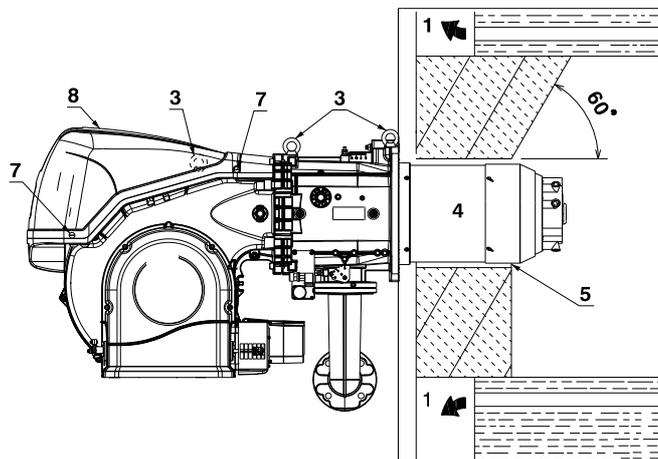

Fig. 15
Para calderas con paso de humos delantero 1)(Fig. 15) o con cámara de inversión de llama, colocar una protección de material refractario 5) entre el refractario de la caldera 2) y el tubo llama 4).
En calderas con frontal refrigerado por agua, no es necesario el revestimiento refractario 2)-5)(Fig. 15), salvo que lo indique el fabricante de la caldera.
Preparar un sistema de elevación adecuado enganchándose con los anillos 3)(Fig. 15), después de haber quitado los tornillos 7) de fijación de la tapa 8).
- Colocar la protección térmica suministrada con la instalación en el tubo llama 4)(Fig. 15).